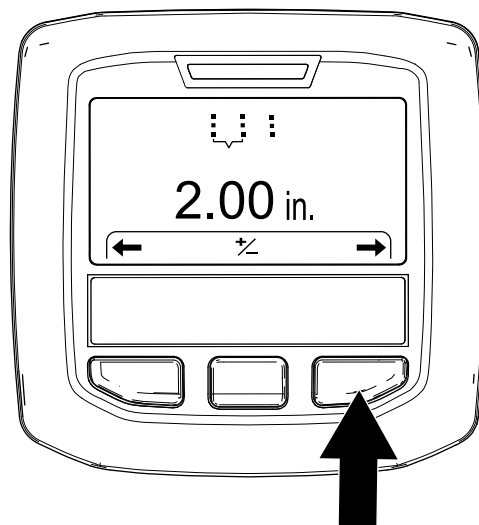

Figure 48
4. Appuyez sur le bouton droit de l'InfoCenter pour afficher l'écran Setting the Hole Spacing (réglage de l'espacement des trous) (Figure 48).